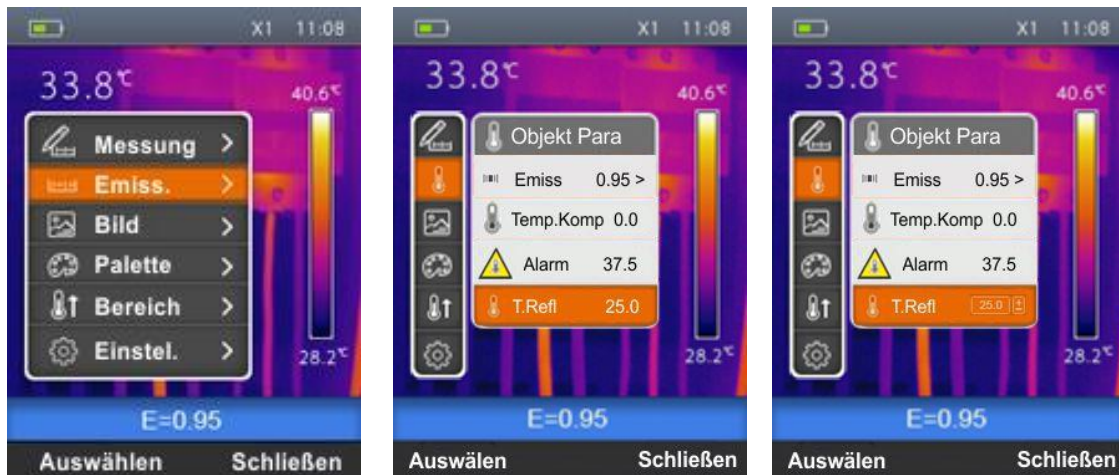

Abb. 21: Einstellung der reflektierten Temperatur am Gerät
1. Wählen Sie "T. Refl" mit den \oplus oder \ominus Tasten aus und drücken Sie "Auswählen". Die Bildschirmseite Abb. 21 – Mitte erscheint im Display.